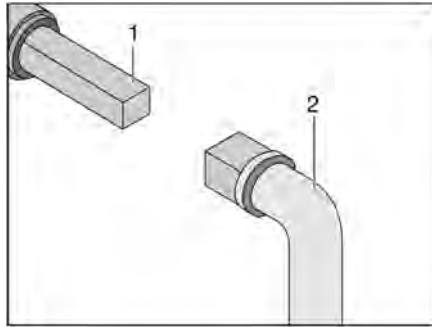

Bild 341 Bedienung Abwasserhahn
- Schlüssel (Bild 341,2) auf Vierkant (Bild 341,1) stecken.